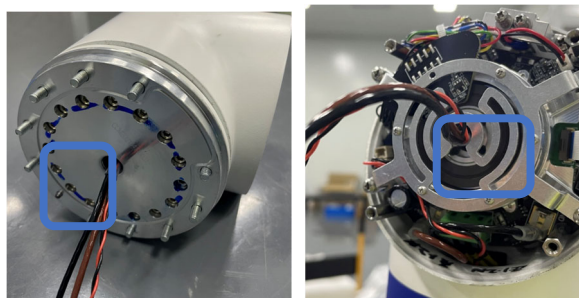

图 3-18 线缆穿到关节上
- 穿线：关节上的线缆和关节首先应注意对应，不能装错，还应注意线缆方向，将线缆从法兰轴一侧穿入，从端盖一侧穿出，穿至指定位置（此位置应使法兰轴端面和束线架端面均有热缩管），如图 3-18 所示；